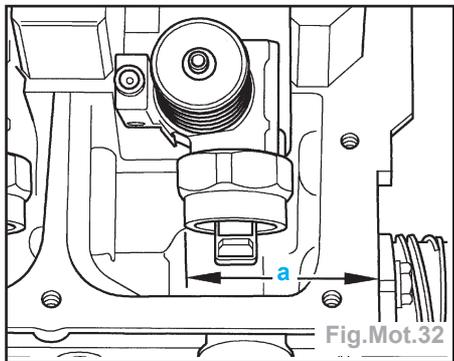

Fig.Mot.32
- vérifier avec un pied à coulisse la cote «a» entre le bord extérieur de la culasse et la surface circulaire de la pompe-injecteur (Fig.Mot.32).